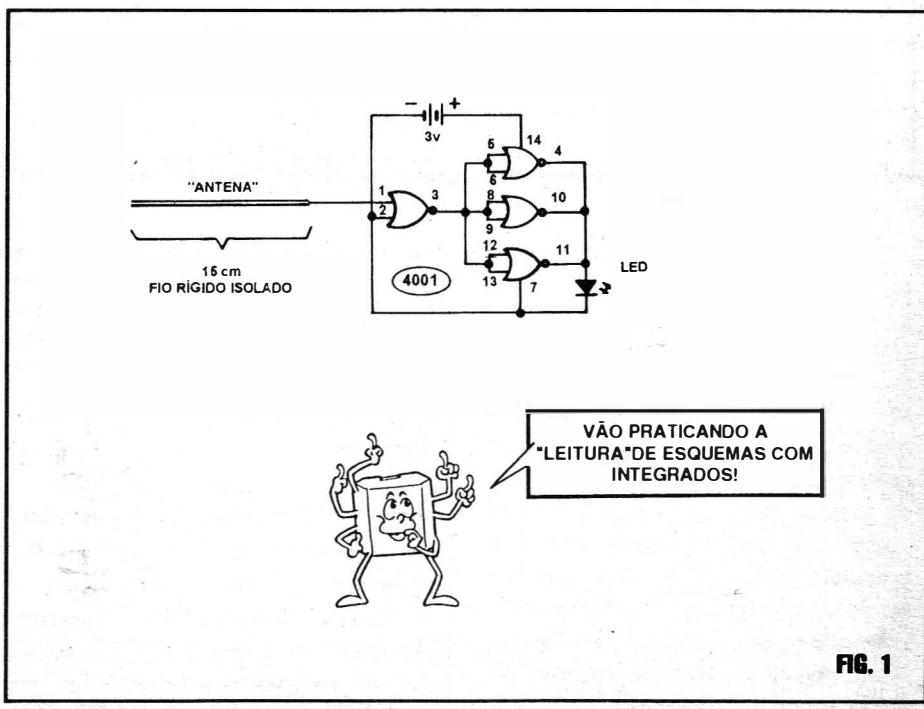

FIG. 1
- FIG. 1 - “ESQUEMA” DO CIRCUITO - Nada poderia ser **mais** simples (e isso graças à intensa miniaturização e compactação proporcionada pelos Integrados...) do que a estrutura circuitual do ELETROSCÓPIO C.MOS...! Um C.MOS 4001, um LED e... **nada mais** (obviamente alimentados por pilha - 2 - num suporte...)! O funcionamento também (em seus aspectos gerais...) é muito simples: conforme já “avisamos” (e sobre o que daremos mais importantes detalhes nas próximas “Aulas” do ABC...), devido à elevadíssima impedância das Entradas de blocos lógicos (por enquanto estamos falando apenas dos blocos elementares, os *gates* ou “portas”...), mesmo níveis de **energia** absolutamente irrisórios, são capazes de polarizá-las... Em outras palavras: como a “resistência à terra” das ditas Entradas situa-se na casa dos **milhares de Megohms**, na prática não ocorre o “escoamento” da energia (na forma de determinada Tensão...) a elas aplicada, e com isso os transístores de efeito de campo (de óxido metálico de silício...) que existem “lá dentro” do Integrado, “reconhecem” confortavelmente a polarização! É justamente por isso que não se recomenda tocar com os dedos as “perninha” de um Integrado C.MOS que esteja “fora” do circuito (quando ele têm seus terminais conectados à malha resistiva de qualquer circuito, existem outros percursos - externos ao Integrado - para o “escoamento” de cargas elétricas estáticas ou dinâmicas...). Um tipo muito especial (embora corriqueiro...) de “polarização” para qualquer Entrada C.MOS, constitui-se nas cargas de Eletricidade Estática, desenvolvidas por “atrito” em objetos altamente isolantes, como pedaços de vidros ou plástico, ou mesmo sobre a pele de uma pessoa, estando ela bem isolada do chão, por sapatos com sola de borracha (num dia bem seco, uma pessoa com calçado solado em borracha, desenvolve sobre sua pele uma carga de mi-
vimos...), está, na verdade, polarizada a “meia Tensão” da alimentação geral do bloco, situando-se na “região” digitalmente “indeterminada” (uma vez que apenas é capaz de reconhecer com precisão, estados “altos”, correspondentes ao valor de +Vcc, ou estados “baixos”, referenciados pela linha do **negativo**, ou de “zero” volt, da alimentação...). Nessa condição (que apenas se recomenda tentar utilizar com alimentação geral nos limites mais baixos - 3V - da gama “aceita” pelos C.MOS...), a referida Entrada torna-se ainda **mais** sensível do que já é... Agora, observando o mini-circuito todo ELETROSCÓPIO (fig. 1), e levando-se em conta a TABELA VERDADE dos **gates** NOR de 2 Entradas (ver “Lição” Teórica da presente “Aula”...), temos que, estando **uma** das duas Entradas (pino 2) “baixa” (ligada ao **negativo** da alimentação...), o estado da Saída (pino 3) será sempre **Inverso** à polarização digital vista pela Entrada “livre” (pino 1). Essa polarização, em condição hiper-sensível - como já vimos - é obtida através de uma pequena “antena”, formada por um “toquinho” de fio rígido isolado (não mais do que uns 10 ou 15 cm.), sobre o qual os eventuais campos eletro-magnéticos dinâmicos, ou as cargas elétricas estáticas **fazem** desenvol-